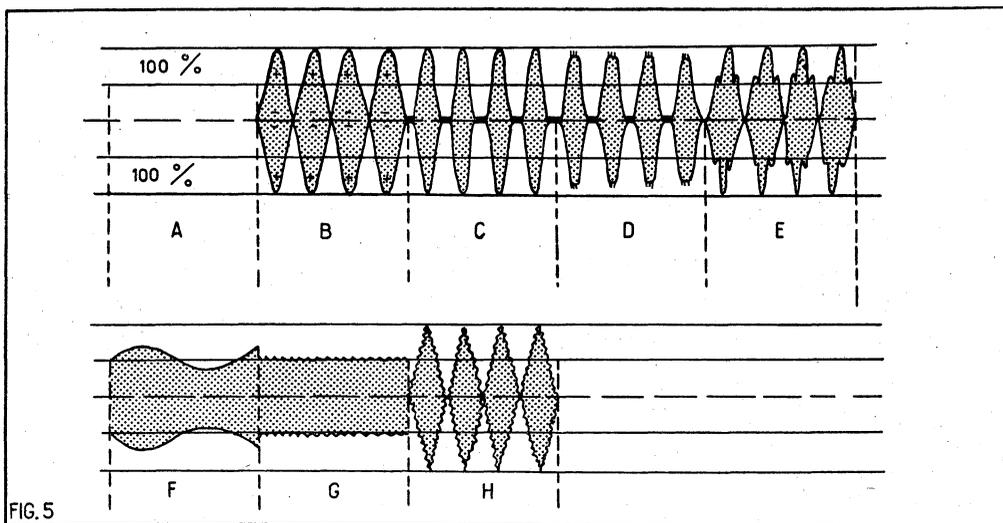

FIG. 5
Le SW1 étant en position 1, régler l'élongation du pot pour couvrir toute la partie médiane du tube dans sa plus grande longueur. Mettre en fonctionnement l'émetteur et régler le couplage de la boucle pour avoir une courbe suffisante; au besoin, accorder le circuit oscillant aux bornes des plaques verticales, ou découpler les spires de couplage du côté PA suivant que la trace est trop petite ou trop grande. Il s'est trouvé que pour le tube DG16:1, il a suffi d'un circuit oscillant et d'une petite antenne de 30 cm, pour avoir une élongation verticale de 5 cm, ce qui était largement suffisant. Il est évident que le tube cathodique se trouve très près de l'émetteur. En l'absence de modulation, la courbe se présentera comme il est indiqué sur la figure 5 (A). Pour une modulation à 100 %, la trace de l'écran passera au double de la hauteur sans modulation. Il sera possible de déduire le pourcentage de modulation en mesurant la hauteur de la courbe. Pour ce faire, il est facile de coller sur l'écran du tube une petite languette de papier que nous aurons graduée en centimètres ou en millimètres, ou encore en pourcentage de modulation, pour le cas d'une hauteur de courbe prévue à l'avance. La modulation doit présenter des bosses et des creux qui auront, pour une modulation bien réglée, toujours la même hauteur (fig. 5 B). Voici un exemple : Si la trace sans modulation présente une hauteur de 5 cm pour une porteuse modulée à 100 pour 100, la hauteur devra être de 10 cm, et les creux devront juste effleurer la ligne médiane produite par le balayage seul. Pour tout autre mesure il suffira de faire une règle de trois pour connaître le taux exact de modulation.
La courbe enveloppe permet de connaître les défauts d'une modulation, les exemples qui vont suivre ne représentent qu'une faible partie des pannes de modulation rencontrées par un amateur. Sur la figure 5 (C) nous avons représenté une modulation à plus de 100 pour 100, les pointes positives dépassent largement le double de la trace sans modulation. Ceci n'est pas trop grave, le plus gênant ce sont les pointes négatives qui coupent la porteuse supprimant la HF ce défaut de la modulation produit aux alentours et même souvent très loin de celle-ci des bandes latérales importantes et qui gênent les émissions voisines. Pour réduire ces coupures de porteuse, il faut monter un système supprimant les pointes négatives de modulation et coupant les fréquences BF qui ne sont pas nécessaires à la compréhension des messages. D'autres pannes peuvent se produire, une modulation peut être à 100 % dans les pointes négatives et n'atteindre que 50 à 60 % dans les pointes positives. Cette modulation est inefficace du fait qu'au lieu d'augmenter la porteuse, la BF au contraire tend à la diminuer. Le rendement est mauvais, et l'encombrement de la bande est encore une fois gênant pour les voisins. Les causes de ce phénomène sont multiples : manque d'excitation sur la grille de l'étage HF, modulateur mal calculé, circuit final mal adapté, transformateur de modulation mal calculé ou mal adapté, ou encore défectueux.
La figure 5 (D), représente la trace d'un émetteur modulé à plus de 100 pour 100 dans les pointes négatives, mais écrétée et inférieure à 100 pour 100 dans les pointes positives. Cette panne peut venir d'un manque d'excitation, d'une déficience de la HT dans l'étage final, mais presque toujours du modulateur, étage préampli ou
final écrétant (polarisation lampe BF mal réglée), ou HF modulateur insuffisante s'écrétant dans les pointes de modulation. Sur la figure 5 (E), nous avons représenté une trace caractéristique de distorsion. Comme dans les pannes précédentes les causes peuvent être diverses, la distorsion ou l'accrochage pouvant venir de l'étage final HF, mais aussi souvent du modulateur.
Il est une panne (fig. 5 F), qui fait parler beaucoup d'OM's, lesquels en rêvent la nuit, « la ronflette ». Le 50 ou 100 périodes qui se promène dans nos installations distille sur une grille ou une plaque un peu de tension qui se retrouve amplifiée sur l'étage final, et d'autant plus qu'il existe un plus grand nombre d'étages entre le fautif et le final, d'où cette panne qui peut avoir une foule de causes. Mais l'oscilloscope permet le dépannage rapide. A la figure 5 (G), nous représentons la trace produite par un émetteur qui accroche dans une partie quelconque : étages HF, neutrodyne ou circuit ayant un couplage parasite avec un autre circuit. Dans la figure 5 (H), la trace montre une porteuse modulée sur laquelle un retour HF se produit. Il existe bien d'autres visualisations des pannes, mais après quelque temps d'accoutumance, le travail sera simplifié et la détection des pannes automatique ou presque.